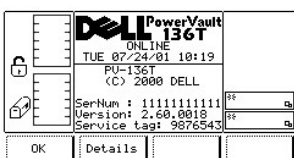

図 121. Main Menu > More > About メニュー
- 1 About Menu が表示されます。このメニューでは 2 つの選択肢ができます。図 121 を参照してください。